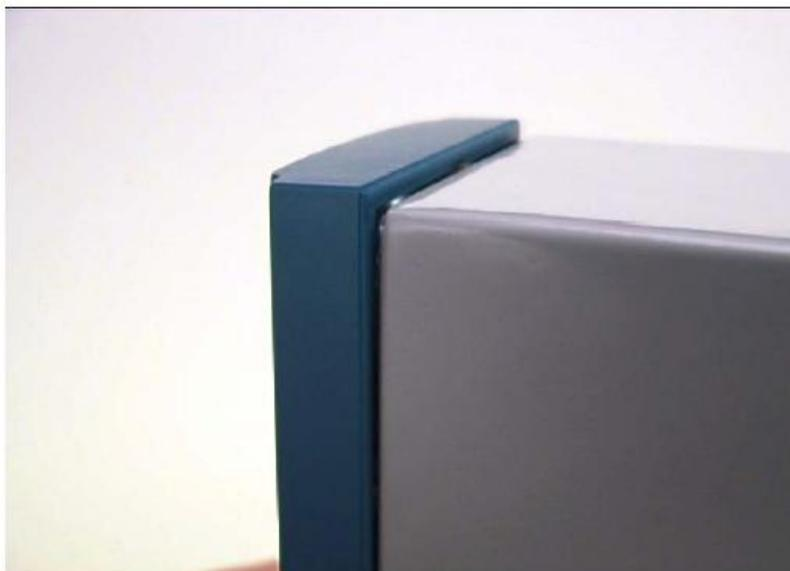

Figura 2-3. Painel Frontal Levantado
3. Deslize com cuidado o painel frontal até 4 mm (0,15 pol) para permitir a limpeza da ranhura de retenção no topo da caixa, e então permitir que o painel seja movido para frente para limpar a caixa do painel completamente (veja a *Figura 2-3*).